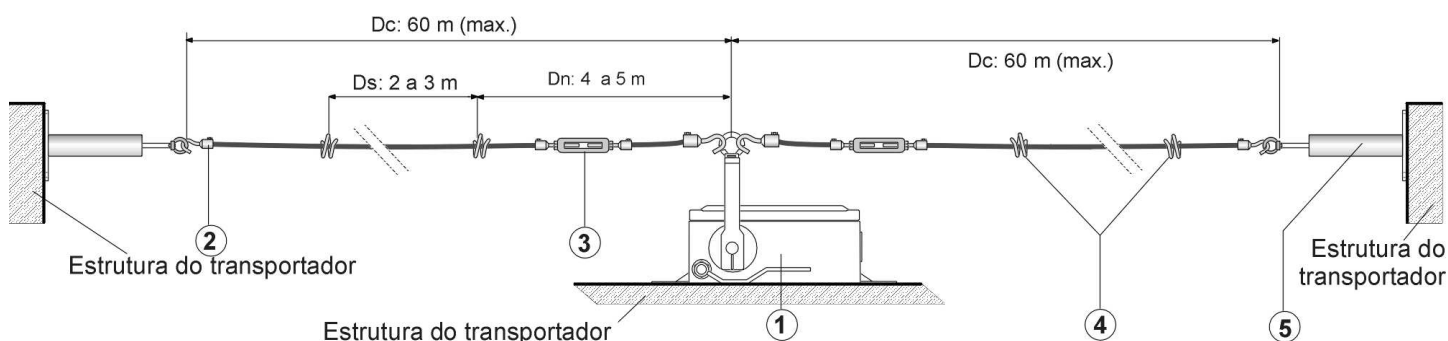

Fig. 1 – diagrama de montagem da chave com os acessórios
- 4.1 Fixar os tracionadores, suportes de cabos e as chaves de emergência na estrutura do transportador conforme fig. 1.
- 4.7 Destravar novamente a chave pressionando a alavanca de rearme azul para cima. Neste momento, a alavanca de acionamento deve ficar aproximadamente na posição vertical (como no diagrama da fig. 1) Para fazer o ajuste fino de posição da alavanca de acionamento, gire o corpo de um dos esticadores até que a alavanca de acionamento fique na posição vertical. Se necessário, ajuste o outro esticador.